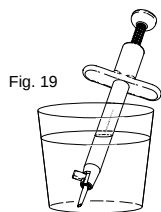

Fig. 19
4. Den fuldt monterede injektor anbringes med spidsen nedad i en beholder med BSS for at opretholde linsens hydrering. (Fig. 19)